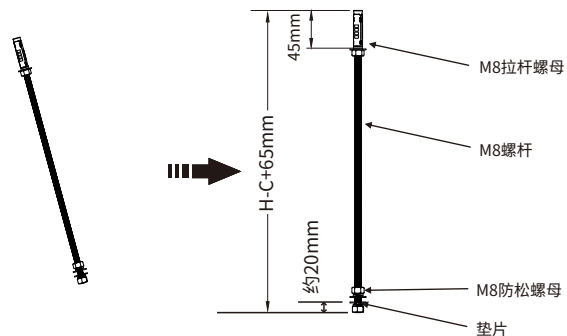

图 2
2.用拉杆螺母、螺杆(M8)、螺母(M8)组成以上吊架装置(图2), 将杆(M8)长度裁至: $H-C+65\text{mm}/H-C+52.5\text{mm}$ , H为上一步骤所测混凝土房顶的底面到天花板的底面高度距离, C为框架高度。(例如: H为1000mm, 吊架高度180mm按安装的方式选择, 若选择装饰板盖住格栅天花, 螺杆长度为 $H-C+65\text{mm}=925\text{mm}$ 。若选择装饰板与天花水平的安装方式, 螺杆长度为 $H-C+52\text{mm}=912.5\text{mm}$ ), 确定品架的安装距离。